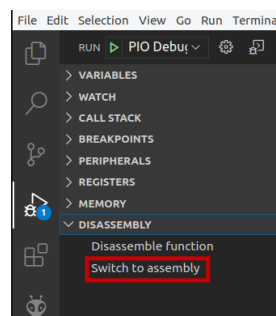

Figura 64. Mudar para Assembly
6. Pode ver a execução do programa em C, como anteriormente, ou pode ver a execução do programa Assembly gerado pelo compilador, clicando em *Switch to Assembly* como destacado na Figura 64.